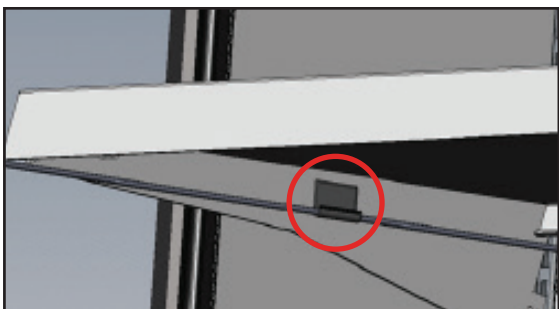

Рис. 4. Зафиксировать шнур питания.
4. Прикрепить шнур питания к фиксатору на кронштейне полки. См. рис. 4.